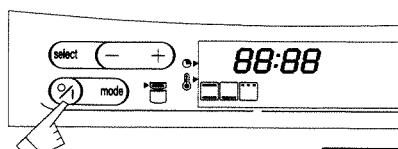

Fig. 1
- Premere il tasto **%1** (fig. 1).